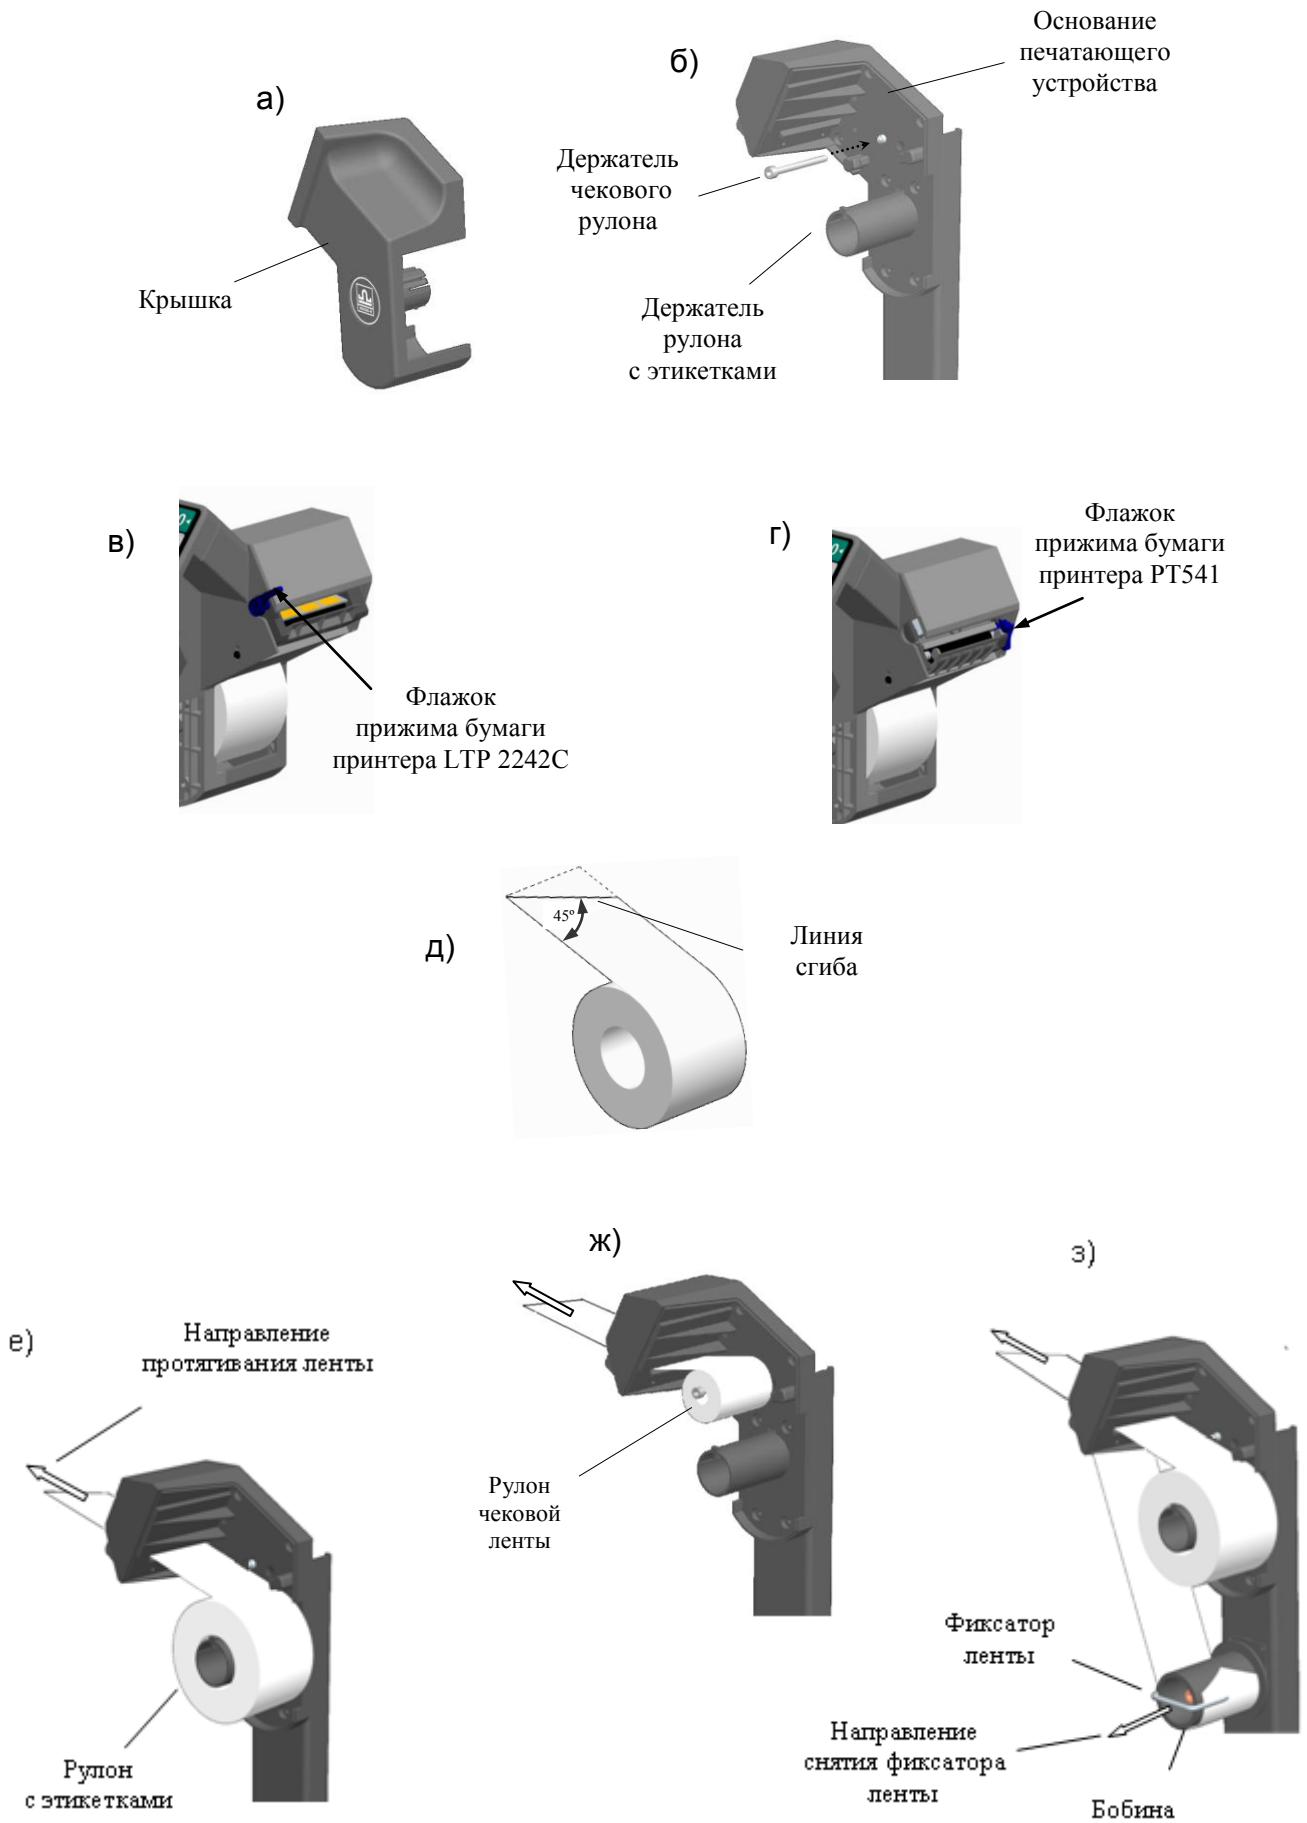

Рис. 2.3 – Установка рулонов в терминалах RP и R2P Дополнить картинку
**☞ Для работы с чековой лентой в терминале необходимо установить держатель чекового рулона (рис. 2.3 б), который входит в комплект поставки.**
- Легким рывком снять крышку печатающего устройства (Рис. 2.3 а, б).
- Поднять флажок прижима бумаги (Рис. 2.3 в, г).
- Плотнo согнуть конец ленты нового рулона под углом 45° (Рис. 2.3 д).
- Надеть рулон на соответствующий держатель (Рис. 2.3 е, ж).
- Протянуть согнутый конец ленты через принтер в направлении, указанном стрелками (Рис. 2.3 е, ж).
- Снять фиксатор с бобины (Рис. 2.3 з).